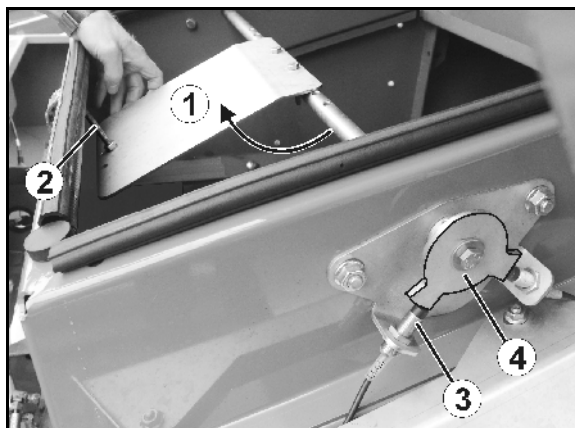

Рис. 80
3. Проверьте регулировочную заслонку (Рис. 80/1) на лёгкость хода и при необходимости отрегулируйте установочные кольца.
Упор регулировочной заслонки настраивается с помощью винта (Рис. 80/2). Когда регулировочная заслонка доходит до упора, импульсный диск (Рис. 80/4) должен перекрывать датчик (Рис. 80/3).